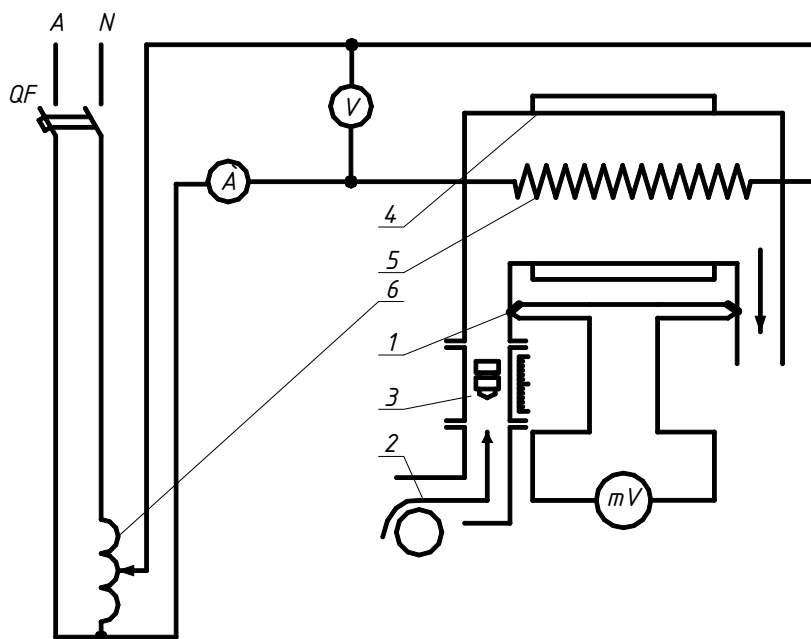

Рисунок 1 – Установка для определения средней теплоемкости воздуха
Основными элементом экспериментальной установки является проточный калориметр (рисунок 1). Он состоит из стеклянной трубки, в которой смонтирован электронагреватель 5. Для уменьшения потерь теплоты в окружающую среду колориметр окружен стеклянной оболочкой 4. Воздух из пространства между колориметром и оболочкой удален.
- 3 Рисунок 1 и таблицу 1.